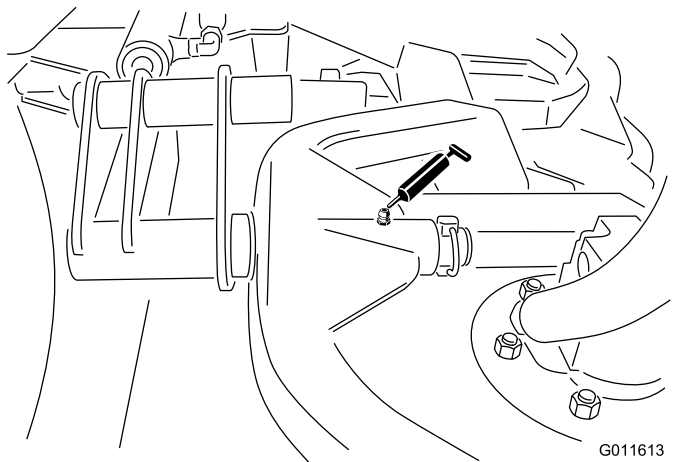

Bild 66
- Schneideinheit-Trägerahmen und Drehzapfen (1)—Bild 66